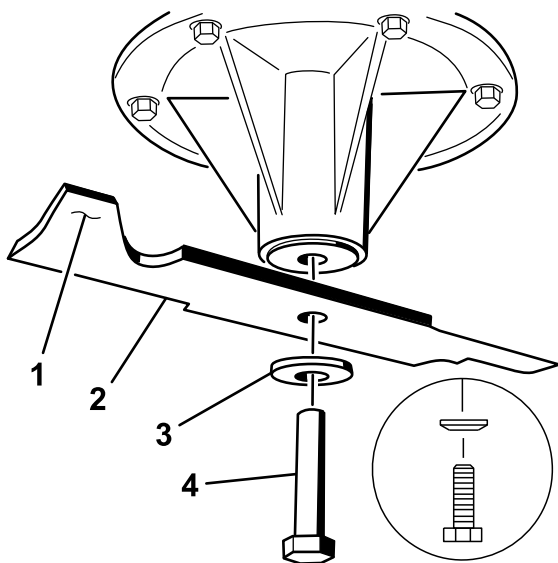

Figura 110
2. Retire a cavilha da lâmina, a anilha curva, e a lâmina do eixo (Figura 110).